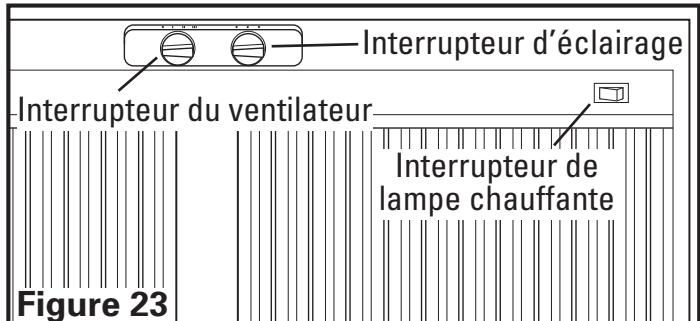

Figure 23
Votre hotte de cuisinière est équipée avec deux interrupteurs rotatifs dont l'un contrôle l'éclairage et l'autre contrôle la soufflante du ventilateur d'évacuation. L'interrupteur de l'éclairage a 3 positions, HAUTE (▲), BASSE (▼), et ÉTEINTE (●). Le commutateur de vitesse du ventilateur a quatre positions, ÉTEINT (●), HAUTE (I), MOYENNE (II), et BASSE (III) (Figure 23).
Contrôles des lampes chauffantes : Pour les modèles équipés de lampes chauffantes, deux commutateurs En/Hors sont situés à l'avant du côté inférieur de la hotte pour un contrôle indépendant des lampes de chauffage (Figure 23).